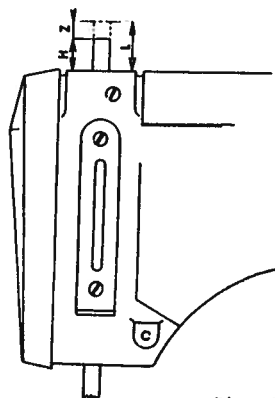
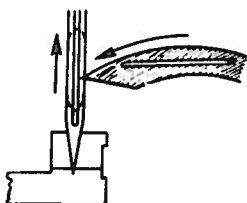

Fig. 6
Fig. 5
- Portare la barra ago tutta in basso e misurare l'altezza H della parte sporgente (fig. 6).
- Fare avanzare il crochet verso sinistra e, quando la sua punta sfiora la tangente destra dell'ago (fig. 5), eseguire la misura di L (fig. 6).
- Quando la punta del crochet entra nello scalfio dell'ago, la punta di questo deve sfiorare la parte piana del salva ago (fig. 5).